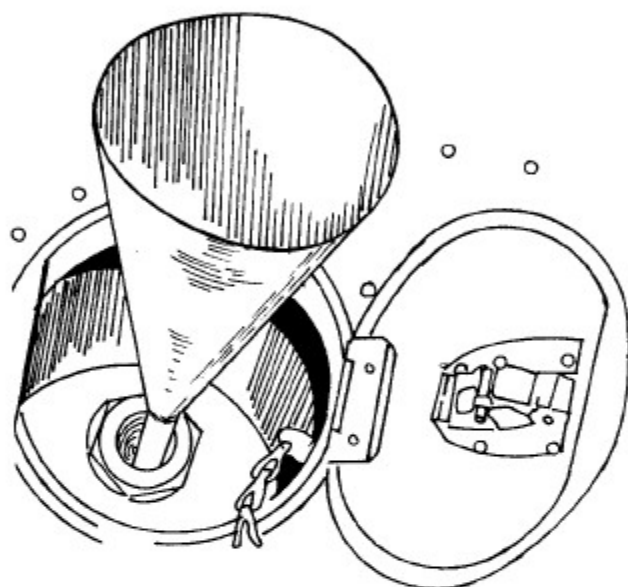

FIGURA I-37
- Coloque el tapón y verifique, el nivel de fluido hidráulico, en el indicador transparente ubicado en la parte posterior del depósito. (Figura I-37).